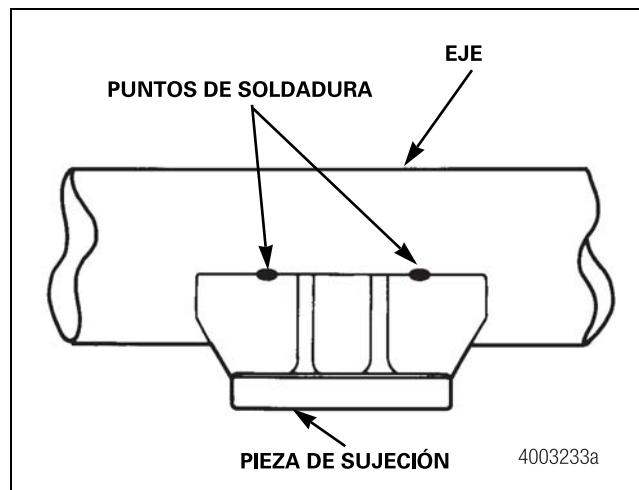

Figura 7.3
- Antes de realizar las soldaduras finales, se deben puentear con soldadura los componentes al eje, de conformidad con las recomendaciones del fabricante de los componentes. En caso de este modo se minimizan tanto la distorsión del eje como las tensiones residuales ocasionadas por las soldaduras finales. Una vez efectuada la soldadura por puntos, límpie cualquier escoria de soldadura; después una las soldaduras de punto para formar la soldadura final. Figura 7.3.